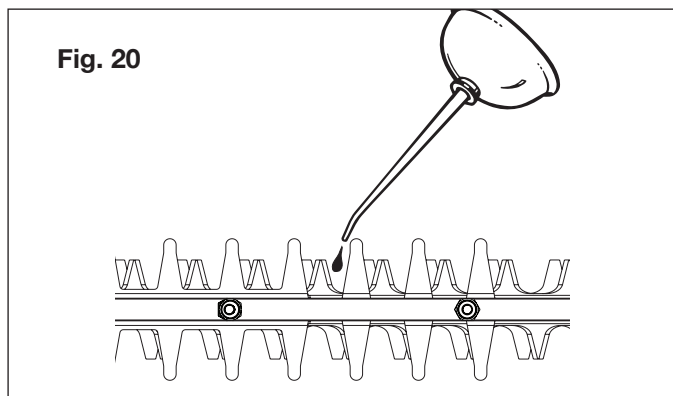

Fig. 20
2. Disposez le taille-haie avec ou sans manche télescopique sur une surface plane. Appliquez de l'huile mouvement légère le long du bord de coupe de la lame supérieure (Fig. 20). Si vous utilisez le taille-haie avec ou sans manche télescopique pendant une période prolongée, il est conseillé d'arrêter régulièrement de travailler pour huiler à nouveau les lames.